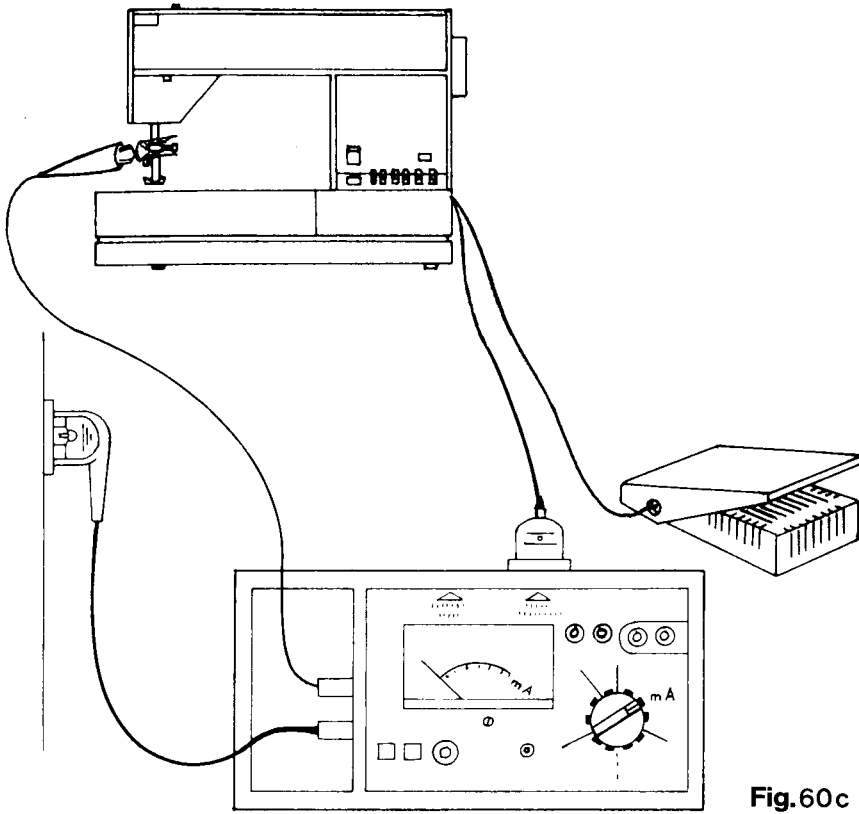

Fig. 60c
- Kabel des Metratesters an Fußanlasser und, oder Nadelstange (siehe Abb. 60c).